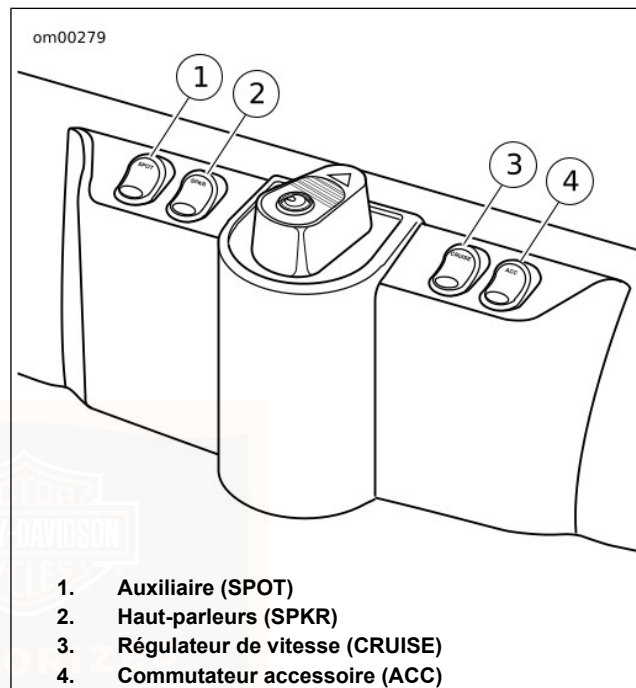

Figure 19. Commutateurs
Voir Figure 19. Un commutateur pour accessoires (4) est situé sur le côté droit du carénage.
Voir Figure 19. Utiliser le commutateur de feu auxiliaire (1) pour mettre en MARCHE les feux auxiliaires selon les besoins.